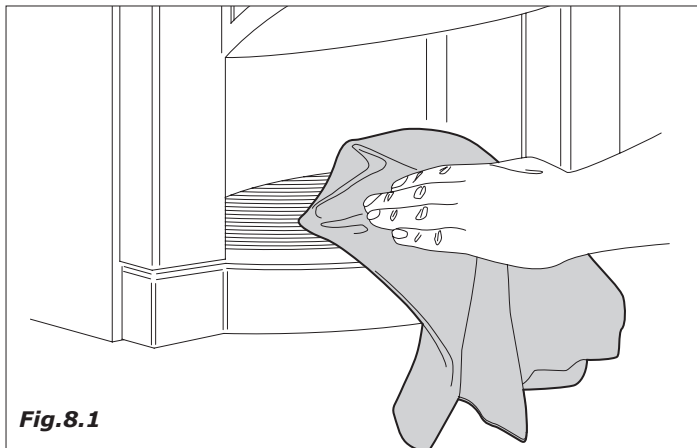
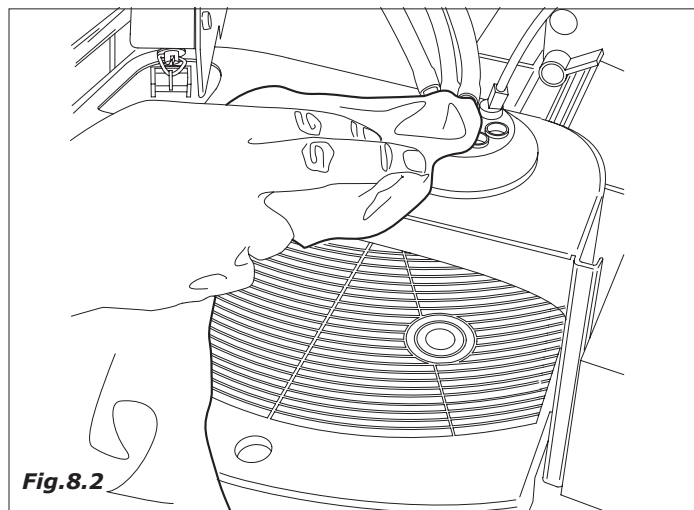

Fig.8.1
Fig.8.2
- limpiar todas las partes visibles de la zona de recepción de vasos (Fig.8.1 e Fig.8.2)